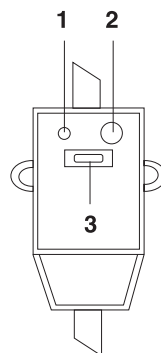

Рис. 8
| Индикация отсутствует  | Сработала защита УЗО  | Протестируйте УЗО, нажав кнопку «test». В случае, если УЗО прошло тестирование, нажмите на кнопку (3) перезапуска. В случае, если тестирование не проходит, свяжитесь со специалистами по техническому обслуживанию для осуществления ремонта (см. рис. 8) |